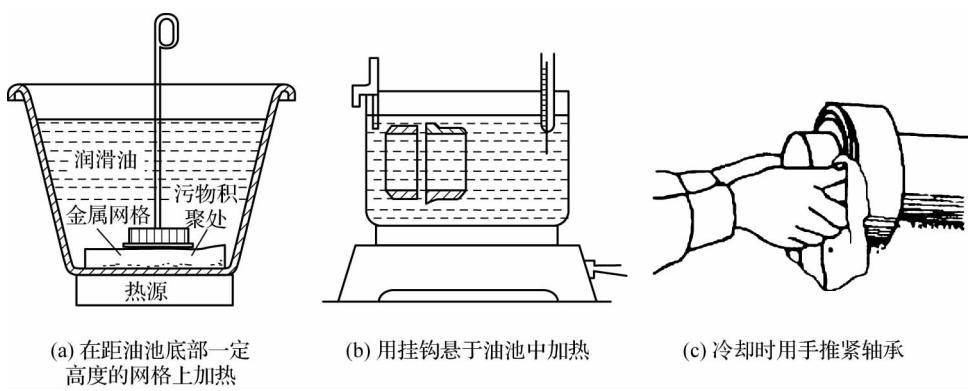

图 7-5 热装法
(4) 热装法。有过盈配合的轴承常采用热装法装配。可把轴承放在 80~100 ℃ 的油池中加热。加热时应将轴承放在距油池底部一定高度的网格上[图 7-5(a)]，对较小的轴承，则可用挂钩悬于油池中加热[图 7-5(b)]，防止过热。取出轴承后，用比轴颈尺寸大 0.05 mm 左右的测量棒测量轴承孔径，如尺寸合适应立即用干净布揩清油迹和附着物，并用布垫着轴承并端平，迅速将轴承推入轴颈，趁热与轴颈装配，在冷却过程中要始终用手推紧轴承，并稍微转动外圈，防止倾斜或卡住[图 7-5(c)]，这样冷却后将产生牢固的配合。